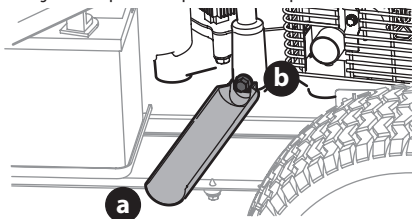
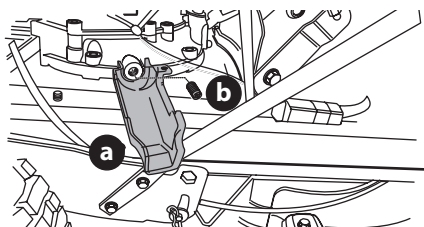

Figura 25
Figura 26
5. Encaje a presión el extremo pequeño del manguito de drenaje de aceite (a) en el espacio previsto alrededor del tapón de drenaje de aceite (b) Vea la Figura 25 o la Figura 26 para los dos posibles manguitos de drenaje de aceite y consulte la imagen correspondiente para su cortacésped.